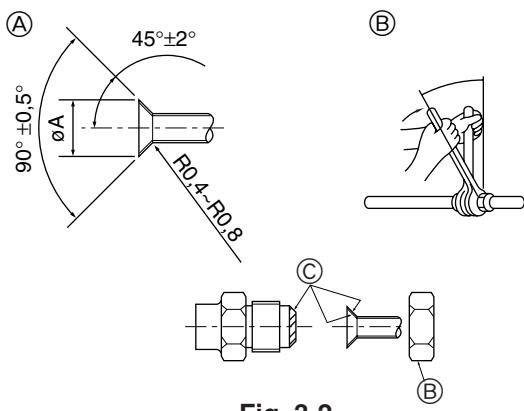

Fig. 3-2
- (A) Drenaj borusu
- (B) Tavan
- (C) Izgara
- (D) Soğutucu borusu (sivi)
- (E) Soğutucu borusu (gaz)
- (F) Su girişi
- (G) Ana ünite
3.2. Boruların bağlanması (Fig. 3-2)